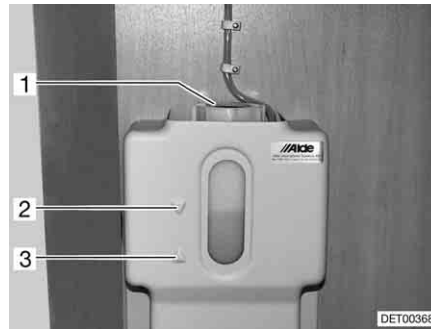

Bild 252 Ausgleichsbehälter Warmwasser-Heizung
- Prüfen, ob am Ausgleichsbehälter (Bild 252) die Flüssigkeit zwischen der Markierung "MIN" (Bild 252,3) und "MAX" (Bild 252,2) steht.
- Am Ausgleichsbehälter den Drehverschluss (Bild 252,1) aufdrehen.